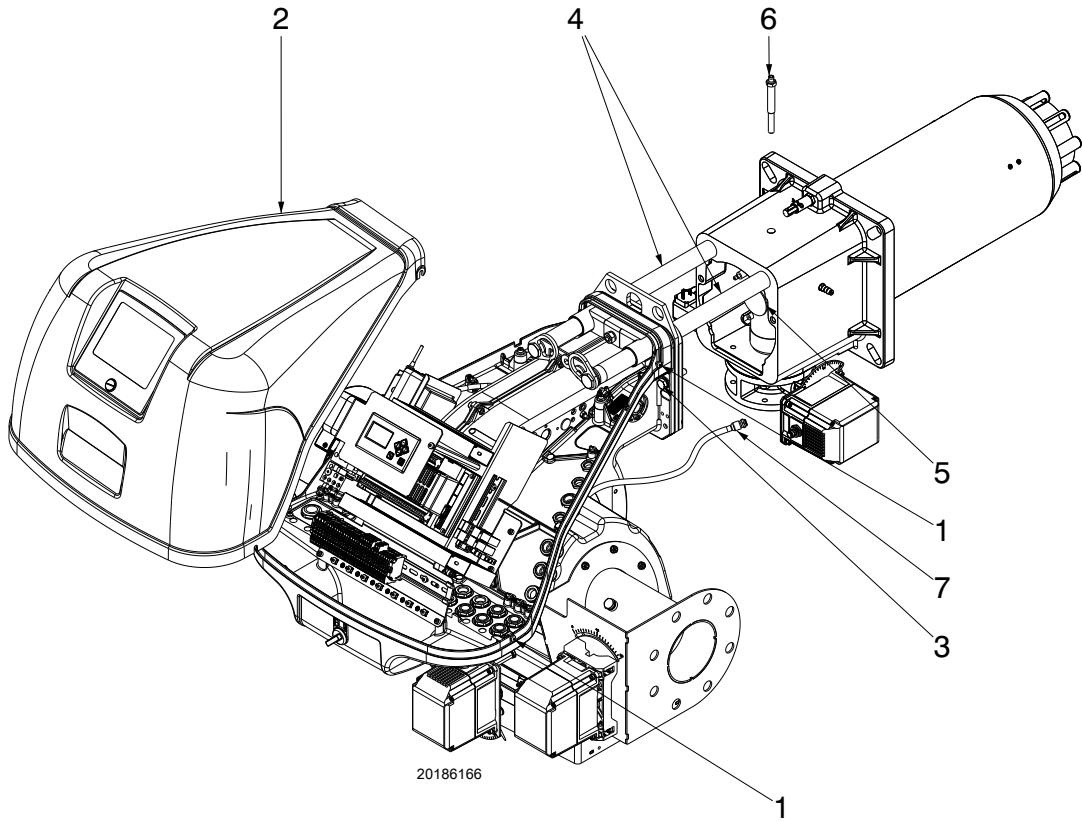

图 38
如有疑问，可先拆下弯头（图 38 页 42）。
- 松开 4 个螺母 1)(图 38)，取下保护罩 2)。